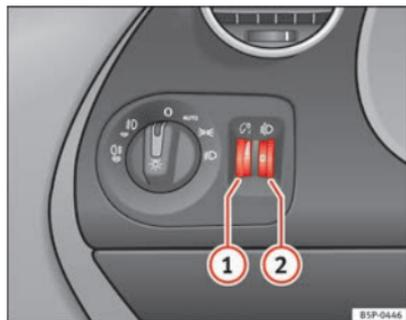

Fig. 75 Painel de instrumentos: reguladores da iluminação dos instrumentos, dos comandos e do alcance dos faróis
Com a luz acesa, é possível regular a intensidade da iluminação dos instrumentos e dos interruptores, rodando a roda recartilhada → Fig. 75 ①.